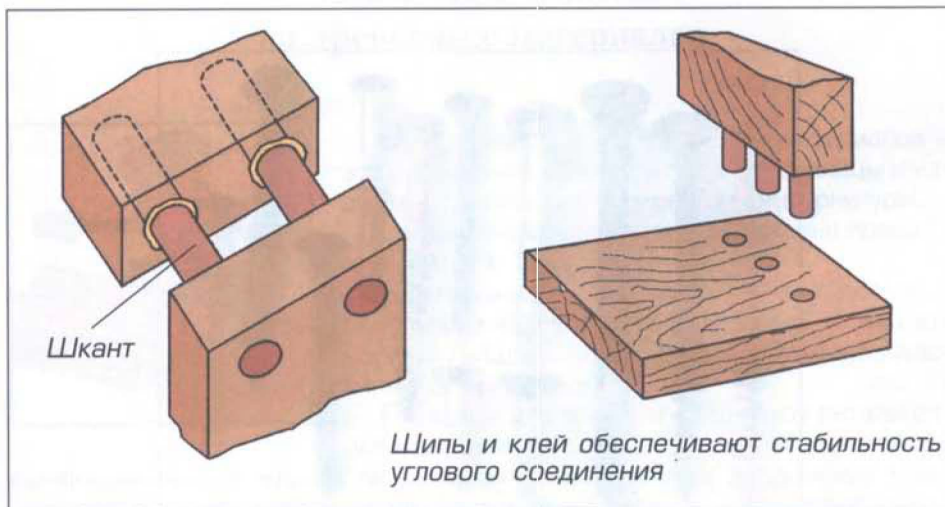

Рис. 6. Соединение на шкант
**2. Соединение на шкант** (круглый вставной шип) — неразъёмное клеевое соединение (рис. 6).
Шипы, как правило, делают из древесины твёрдых пород (см. рис. 6);